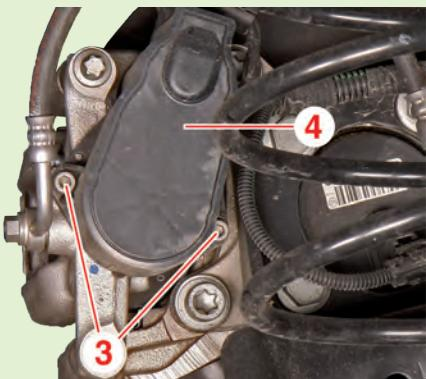

Fig.3
- Déposer (Fig.3) :
- les vis (3) à l'aide de la clé [1],
- le moteur (4).